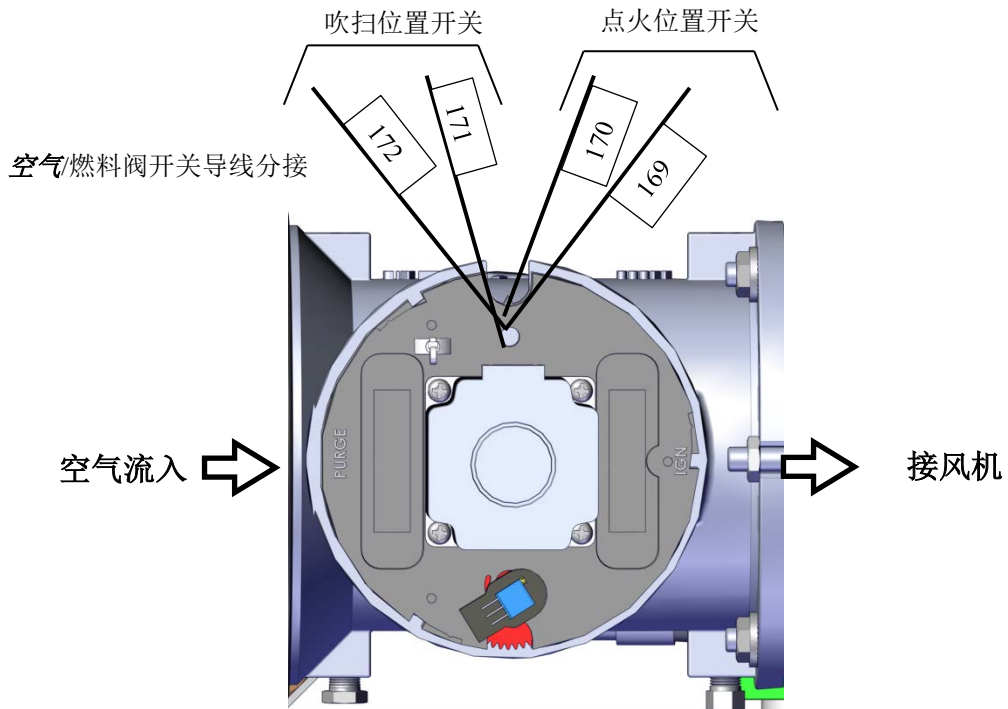

图6-7: 空气/燃料阀吹扫和点火开关位置
4. 从吹扫开关拆下两根导线中的一根（#171 或 #172）（图 6-7）。
4. 从点火开关拆下二根导线 #169 或 #170（参见图 6-7）中的一根。